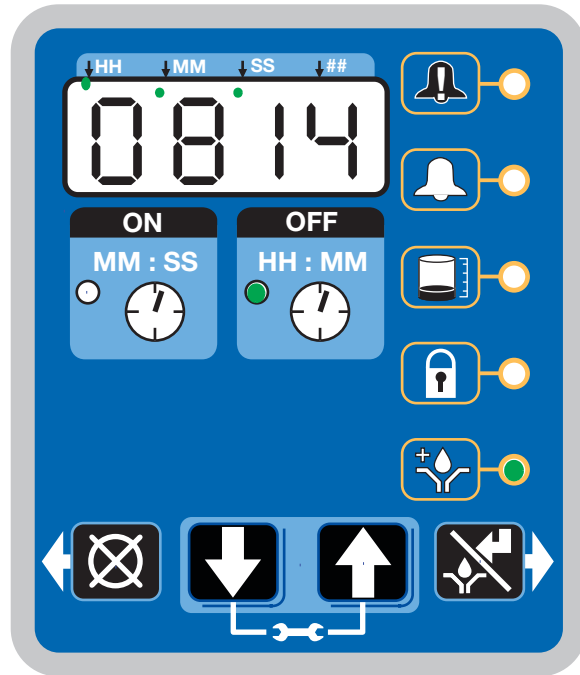

FIG. 36
- La DEL à côté de l'horloge dans le champ ARRÊT est allumée (FIG. 36).
- La DEL de pré-lubrification s'allume (FIG. 36).
- L'affichage indique le temps restant jusqu'au début du cycle de lubrification. L'exemple illustré à la FIG. 36 montre qu'il reste 8 minutes et 14 secondes avant le début d'un cycle de lubrification.